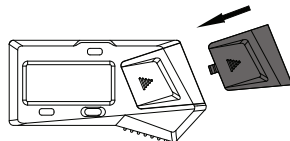

fig.3
---Feche a tampa da bateria (fig. 3)